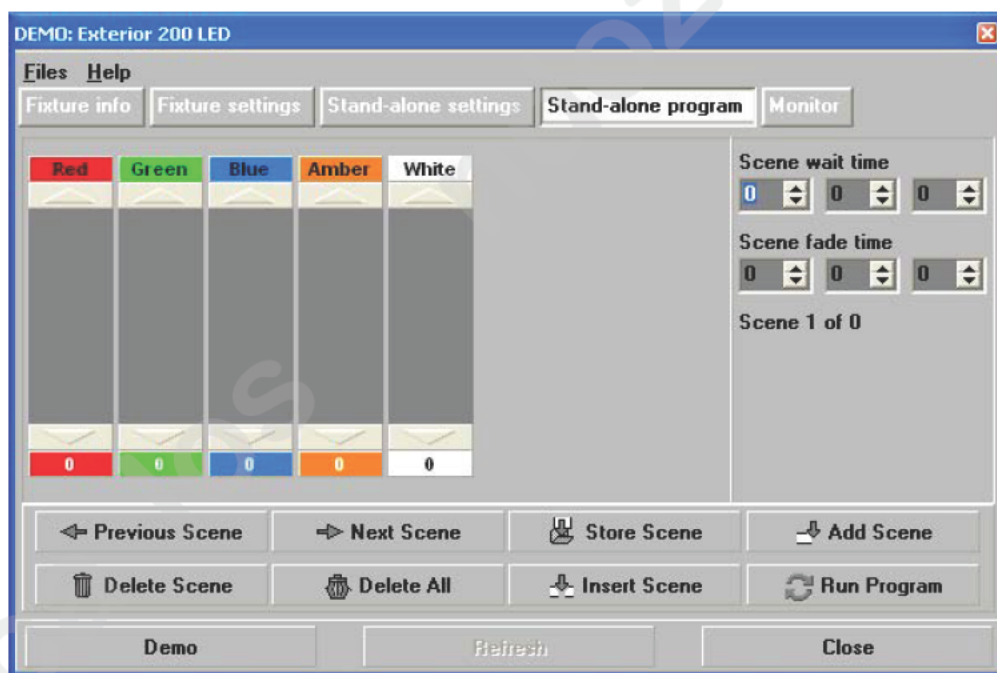

Figura 15: Pantalla de programación Stand-alone
1. Pulsar sobre el botón “Stand-alone program” (ver Figura 15).